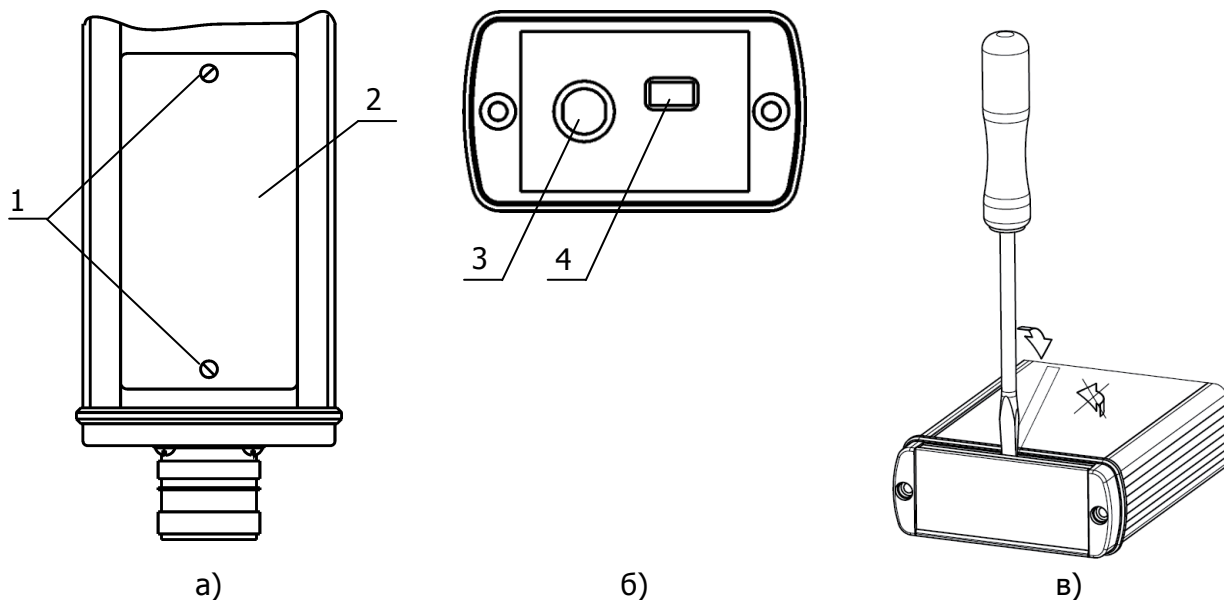

Рисунок 2 — Вид октанометра: а) сзади; б) с торца; в) открытие крышки
На задней стенке октанометра (рисунок 2а) расположена крышка батарейного отсека 2, под которой находится аккумуляторная батарея. Крышка закреплена винтами 1. На верхнем торце прибора под крышкой (рисунок 2б) расположены разъемы: 3 — для подключения принтера, 4 — для подключения прибора к зарядному устройству или к персональному компьютеру. Для того чтобы открыть торцевую крышку, используйте отвертку с плоским жалом (рисунок 2в).
2.2.1 Установить аккумуляторные элементы. Для этого отвернуть винты 1 (рисунок 2), снять крышку 2, установить аккумуляторные элементы, соблюдая полярность. Поставить крышку и винты на место.